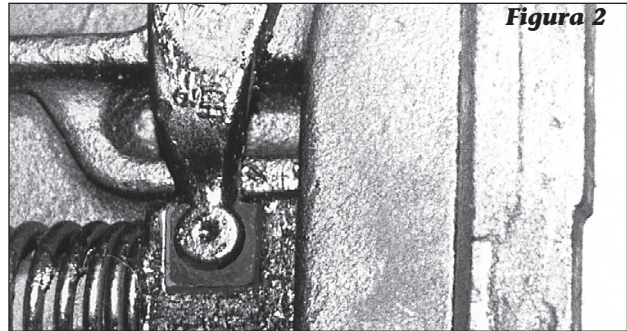

Figura 2
1. Instale el tornillo de ajuste (20) a través del orificio ubicado en la garganta de la pieza fundida de la quinta rueda. Instale el resorte de compresión (23) sobre el tornillo, luego deslice la cuña de ajuste (22) sobre el tornillo. Comprima el resorte e instale la contratuerca (21). Apriete el tornillo con una llave Allen de 1/2" hasta que la tuerca quede al ras con el extremo del perno.
2. Lubrique la cola y las caras del émbolo con una grasa ligera. Instale el resorte (18) sobre la cola del émbolo (17), insértelo a través de las ranuras del émbolo en la pieza de fundición. Utilice el bloque auxiliar para sujetar el émbolo (17) en su lugar con el resorte comprimido.
3. Compruebe el ajuste de la palanca de desbloqueo (15) y el émbolo (17). El extremo redondeado de la palanca de liberación debe encajar libremente en la ranura del émbolo. Si las piezas no encajan libremente, será necesario desbarbar el extremo redondeado de la palanca de desbloqueo (**ver Figura 2**).
5. Instale el casquillo de nailon (24) en la palanca de liberación (15) de modo que la brida quede entre la pieza fundida y la palanca. Instale el brazo de liberación (15) en la ranura del émbolo (**ver Figura 2**), instale la arandela (13) en el tornillo de cabeza (12) e insértelo a través de la palanca de liberación (15) y atornillar en la pieza fundida.